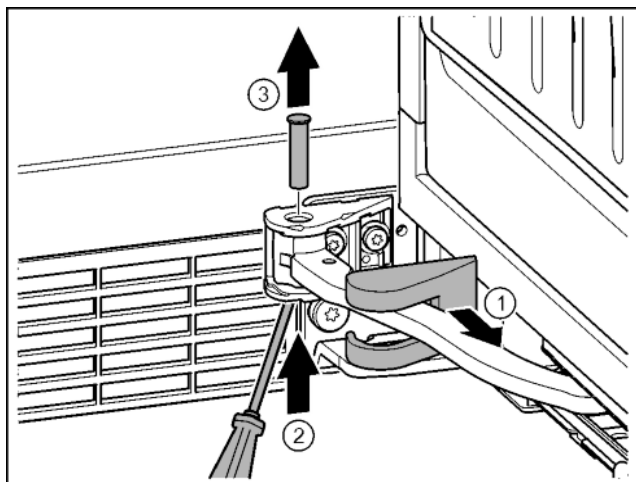

Fig. 17
- ▶ Снять крышку опорного кронштейна и переместить вдоль шарнира. Fig. 17 (1)
- ▶ Рукой или отверткой приподнять палец снизу. Fig. 17 (2)
- ▶ Вставить отвертку под головку пальца и вытянуть его. Fig. 17 (3)